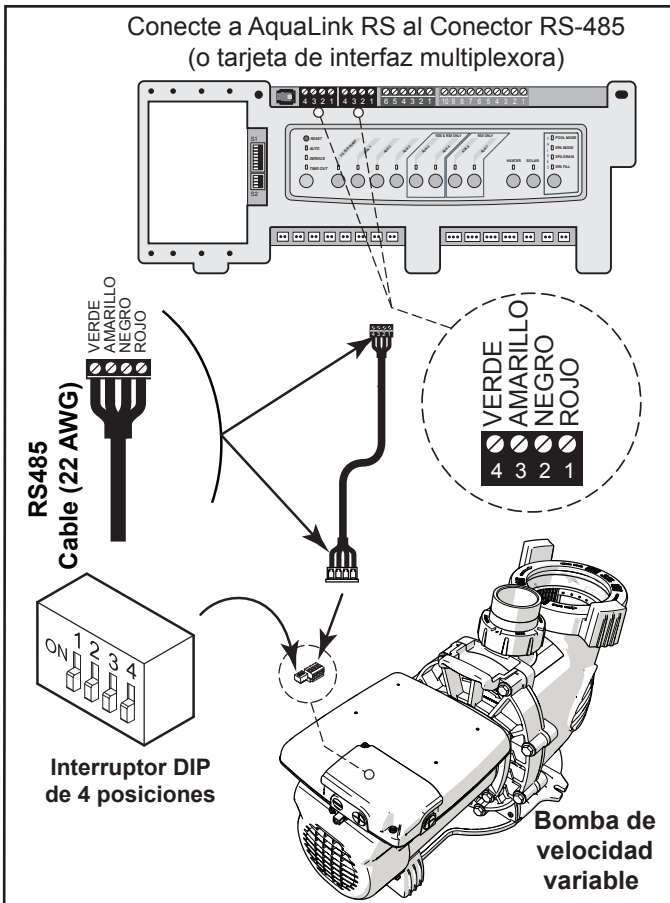

Figura 5. Cableado AquaLink RS, PDA or Z4
2. los interruptores 1 y 2 necesita estar en la posición "OFF" (apagado) Véase Figure "Figura 5. Cableado AquaLink RS, PDA or Z4".
5. Conecte el cable nuevo RS-485 del AquaLink a través del aditamento de compresión disponible y pase el cable conductor tetrafilar a través del puerto roscado de la unidad del motor que esté más cerca al conector. Véase "Figura 5. Cableado AquaLink RS, PDA or Z4".
6. Conecte el otro extremo del cable al conector RS-485 en el AquaLink® RS (o tarjeta de interfaz multiplexora), haciendo coincidir los colores de los alambres con las posiciones conector. Véase "Figura 5. Cableado AquaLink RS, PDA or Z4".